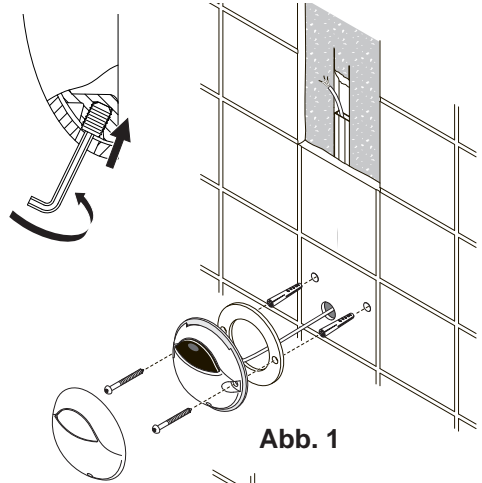
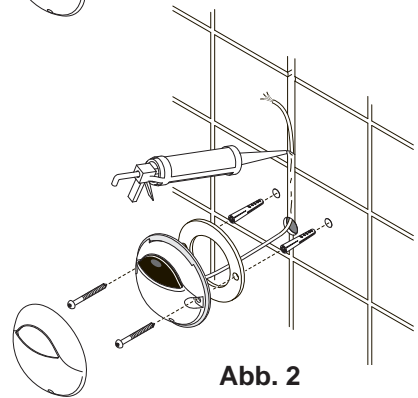

Abb. 1
Abb. 2
1. Fräsen Sie ein Loch für den Sensor und einen Kabelkanal zur Sensorbox in die Wand. Idealerweise sollte der Infrarotsensor auf einer einzelnen Fliese montiert werden, um eine perfekte Abdichtung zu gewährleisten. Sorgen Sie dafür, dass das Loch und der Kabelkanal groß genug sind, damit das Sensorkabel nicht geknickt wird. Es wird empfohlen das Sensorkabel in einem Kabelkanal zu verlegen, wie in Abbildung 1 gezeigt. Wenn das Sensorkabel in einer bereits gefliesten Wand verlegt werden soll, empfiehlt es sich das Kabel in einer Fliesenfuge zu verlegen und mit Silikon abzudichten, wie in Abbildung 2 gezeigt. Für Wartungszwecke sollte etwas Kabel in einer Schleife direkt hinter dem Sensor in der Wand verlegt werden. Für eine eventuelle Verlängerung des Sensorkabels liegen 3 3M™-Kabelverbinder im Lieferumfang dabei. Sehen Sie dazu auch in das Kapitel "**Verlängern des Sensorkabels**". Bohren Sie auf keinen Fall in verdeckte Leitungen oder Kabelkanäle!